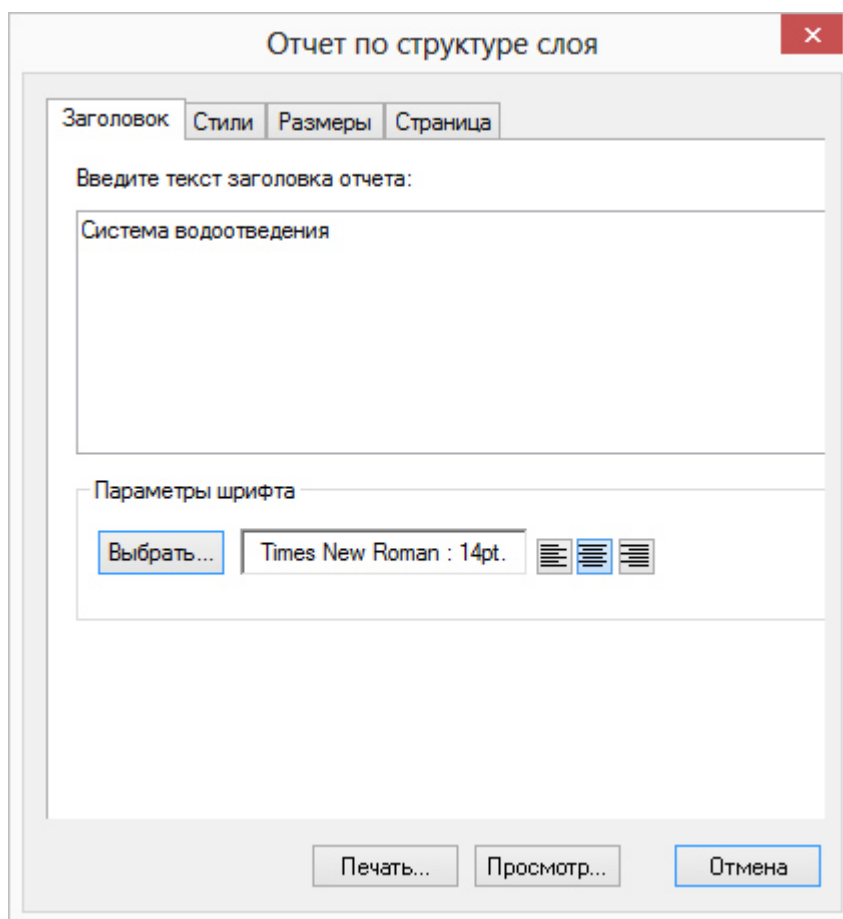

Рисунок 35. Отчёт по структуре слоя
2. Задайте имя заголовка, укажите параметры шрифта во вкладке *Заголовок* (Рисунок 35. «Отчёт по структуре слоя»).